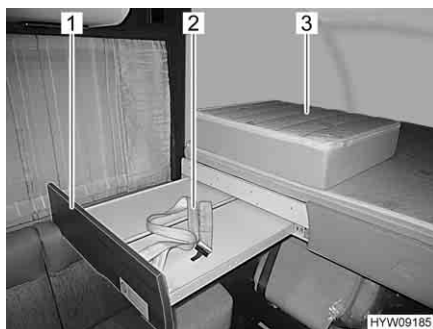
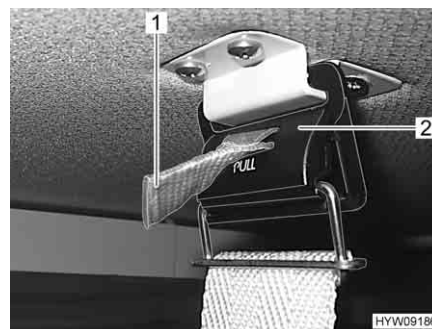
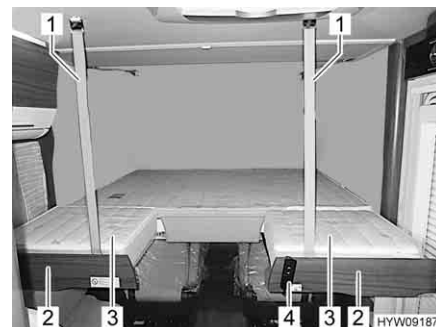

Fig. 110 Base estraibile del letto basculante longitudinale
Fig. 111 Chiusura tramite cintura di ritegno
Fig. 113 Letto basculante longitudinale
- Estrarre le basi estraibili (Fig. 110,1) da entrambi i lati fino a battuta.
- Fissare le cinture di ritegno (Fig. 110,2) al soffitto. Le chiusure (Fig. 111,2) sono magnetiche e si fissano semplicemente avvicinandole.
- Posizionare i cuscini aggiuntivi (Fig. 110,3) sulle basi estraibili.
- Rimuovere i cuscini aggiuntivi (Fig. 113,3) dalle basi estraibili e stivarli in modo sicuro.
- Staccare le cinture di ritegno (Fig. 113,1) e riporle nelle basi estraibili. Per staccare le chiusure (Fig. 111,2) tirare in corrispondenza del nastro rosso (Fig. 111,1).
- Fare scorrere entrambe le basi estraibili (Fig. 113,2) nel letto basculante fino a battuta.
- ▷ L'apertura e la chiusura del letto basculante avviene elettricamente mediante l'elemento di comando (Fig. 113,4). Il funzionamento è lo stesso di quello a comando manuale.